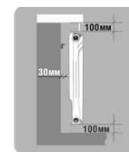

Рис. 1
- Монтаж радиатора на стену. Для обеспечения максимальной теплоотдачи радиатора необходимо соблюдать монтажные расстояния, указанные на рис.1. Для монтажа радиаторов используйте 3 усиленных кронштейна (2 сверху и 1 снизу).